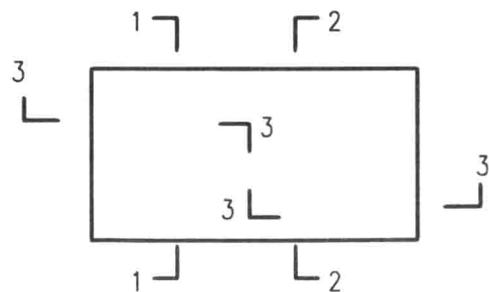

图1-1 剖视的剖切符号
- (1) 剖视的剖切符号应由剖切位置及投射方向线组成, 均应以粗实线绘制。剖切位置线的长度宜为6-10mm; 投射方向线应垂直于剖切位置线, 长度应短于剖切位置线, 宜为4-6mm(图1-1)。绘制时, 剖视的切符号不应与其他图线接触。
- (2) 剖视剖切符号的编号采用阿拉伯数字或大写英文字母, 由左至右、由